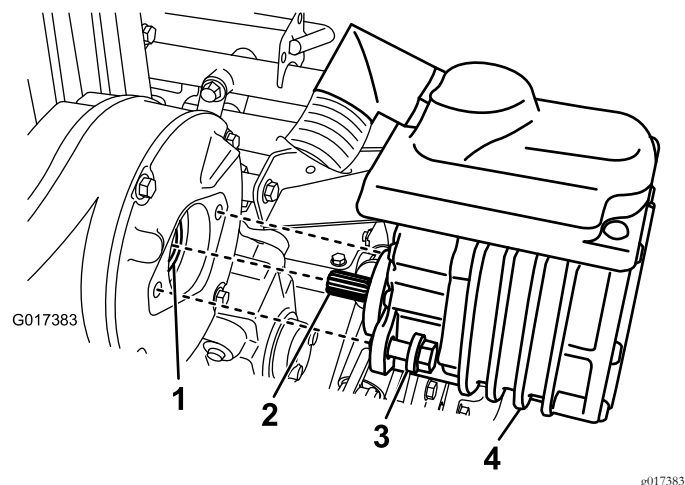

Figure 40
2. Retirez les 2 boulons qui fixent le moteur au carter de transmission (Figure 40).
4. Avec une pompe à graisse, injectez un ou deux jets de graisse dans l'accouplement femelle du carter de transmission (Figure 40).